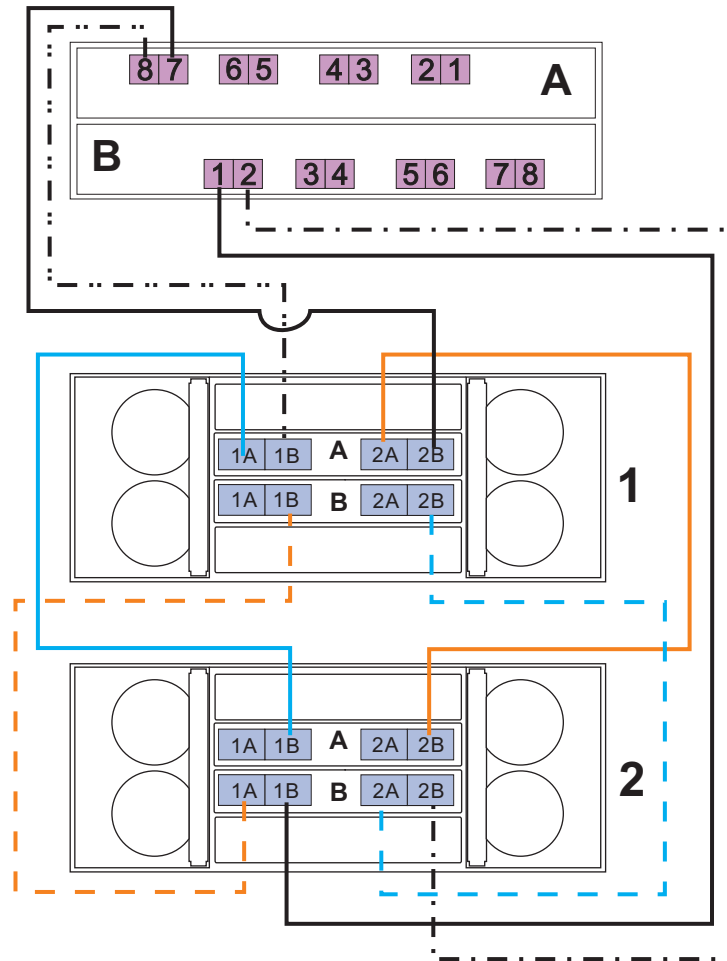

图 77. 用电线连接 8 个 EXP5060，并且存储扩展机柜 1 和 2 进行驱动器中继
- 关于存储扩展机柜 1 和 2，请参阅第 115 页的图 77 和第 116 页的表 43